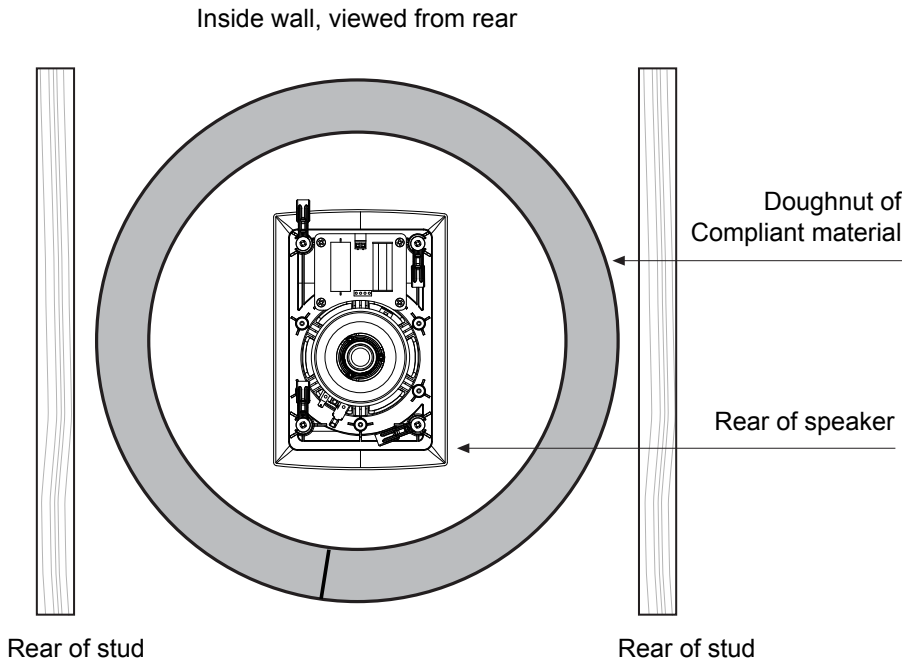

Fig 12: Stud partition or wall cavity, using compliant material of appropriate thickness to create a tight seal
- 1. Muitos instaladores profissionais usam um “donut” de material compatível, que pode ser inserido como um encaixe perfeito entre as duas superfícies da divisória ou na cavidade da parede. O comprimento da superfície interna da tira de material determina o volume do “invólucro” . Para cada modelo, corte as tiras nos comprimentos listados na tabela abaixo, insira na cavidade e junte-as para formar um anel que garantirá o volume correto - ver Fig : 12.